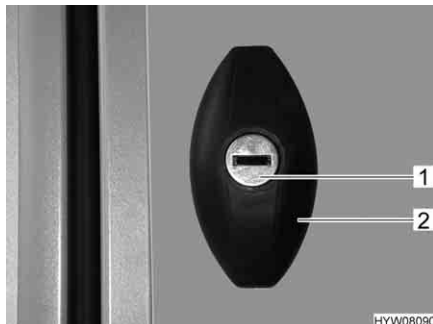

Fig. 43 Serratura dello sportello, ellittico, chiuso
- Inserire la chiave nel cilindro della serratura (Fig. 43,1) e ruotare in senso antiorario di un mezzo giro. La maniglia della serratura (Fig. 43,2) scatta all'infuori.